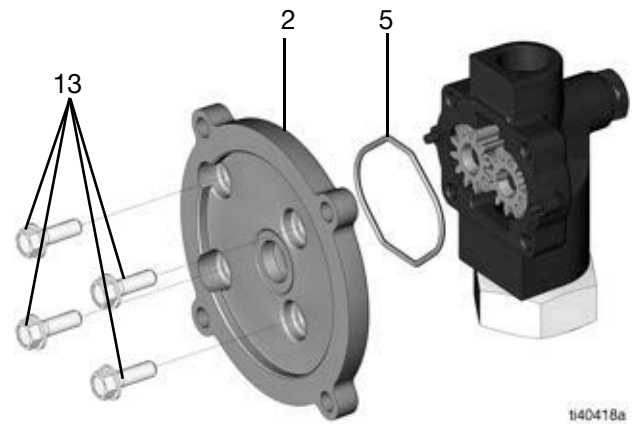

FIG. 9
- Retirez les quatre vis (13) sur la plaque d'adaptateur (2) à l'aide d'une clé à douille de 1/2 po (FIG. 9).
- Retirez la plaque d'adaptateur (2) (FIG. 9).
- Enlevez le joint torique (5) (FIG. 9).
4. Poussez les quatre vis (13) à travers la plaque d'adaptateur (2) et utilisez une clé à douille de 1/2 po pour les serrer (au couple de 40,7 N•m) (FIG. 9).